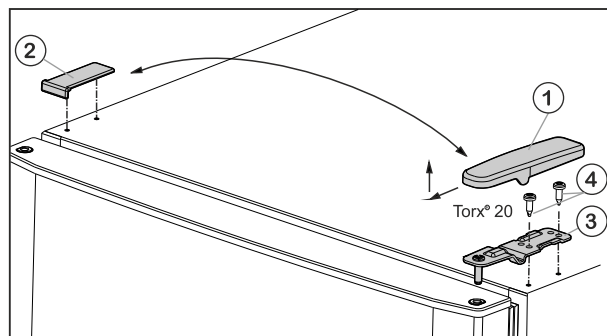
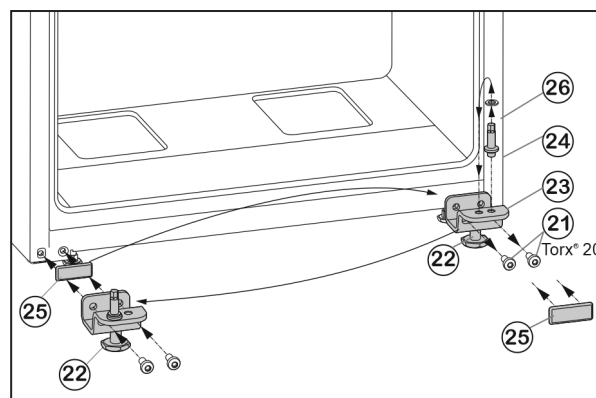

Fig. 5
Fig. 7
- Estrarre la copertura Fig. 5 (1) tirandola in avanti e verso l'alto.
- Staccare la copertura Fig. 5 (2).
- Svitare il blocco di supporto superiore Fig. 5 (3) (2 x Torx® 20) Fig. 5 (4) ed estrarre tirando verso l'alto.
- Svitare le viti di fissaggio Fig. 7 (21).
- Rimuovere completamente il cuscinetto di supporto inferiore Fig. 7 (23) con il perno del cuscinetto Fig. 7 (24), la rondella Fig. 7 (26) e il piede di regolazione Fig. 7 (22).
- Allentare completamente il perno del cuscinetto Fig. 7 (24) con la rondella Fig. 7 (26) nel foro di supporto situato nel lato opposto del cuscinetto di supporto e riavvitare saldamente.
- Estrarre con cautela la piastra di copertura Fig. 7 (25) e riapplicarla sul lato opposto.
- Riavvitare **saldamente (con 4 Nm)** tutto il cuscinetto di supporto inferiore Fig. 7 (23) con il perno del cuscinetto Fig. 7 (24), la rondella Fig. 7 (26) e il piede di regolazione Fig. 7 (22) sul nuovo lato della cerniera, eventualmente con l'ausilio di un avvitatore a batteria.
- Appoggiare la porta inferiore dall'alto sul perno cuscinetto Fig. 7 (24).
- Inserire il cuscinetto di supporto centrale (13) ruotato di 180° nella porta inferiore e avvitare usando le viti di fissaggio (11) (2 viti Torx® 20) sul nuovo lato della cerniera (applicando 4 Nm).
- Applicare nuovamente la rondella in plastica (10).
- Posizionare la porta superiore sul cuscinetto di supporto centrale (13).
- Inserire il blocco di supporto superiore Fig. 5 (3) sul nuovo lato della cerniera nella porta.
- ▶ Avvitare il cuscinetto di supporto superiore **saldamente (con 4 Nm)** (2 giri con chiave Torx® 20) Fig. 5 (4). Eventualmente utilizzare un avvitatore a batteria.
- ▶ Applicare il coperchio Fig. 5 (1) sul lato opposto dall'esterno e bloccarlo.
- ▶ Applicare il coperchio Fig. 5 (2) sul lato opposto dall'alto e bloccarlo.
- ▶ Svitare il piedino regolabile Fig. 7 (22) sul cuscinetto di supporto inferiore Fig. 7 (23), fino a farlo appoggiare sul pavimento.